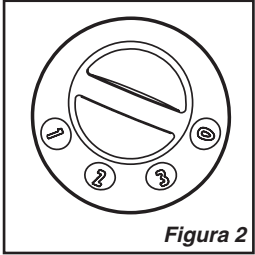

Figura 2
5. Encienda el Ventilador seleccionando la velocidad deseada con la Perilla de Encendido situada al costado del Ventilador. *(Figura 2)*